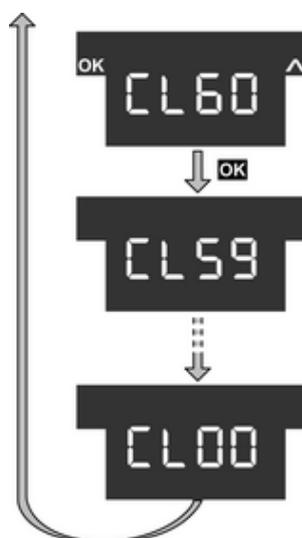

Bild 10
- Mit der Sensorfläche ^ den Menüpunkt **CL60** für die Putzfunktion auswählen und die Sensorfläche **OK** betätigen (Bild 10). Für 60 s sind alle Funktionen am Gerät gesperrt. Alle Status-LED der Sensorflächen blinken. Die Anzeige zeigt die verbleibende Zeit bis zum Ende der Putzfunktion. Nach Ablauf von 60 s kehrt das Gerät automatisch zur Grundanzeige zurück, die Sperrung ist aufgehoben und normale Bedienung wieder möglich.